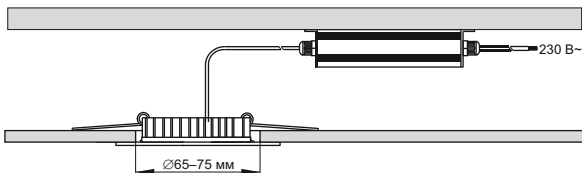

Рисунок 3
4.7 При достаточном месте для установки источника питания в межпотолочном пространстве подвесного потолка, монтаж светильника производится в отверстие диаметром 65-75 мм (малое кольцо корпуса рисунок 3).